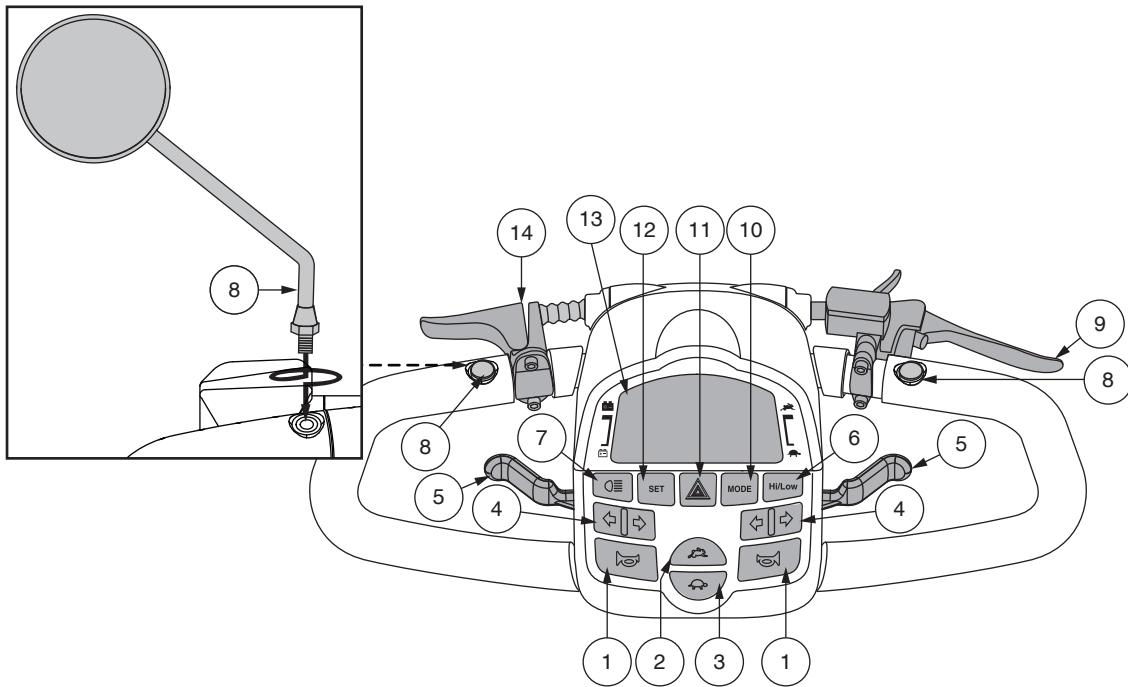

Abb. 1. LCD-Bedienfeld
Die Lenkerkonsole und der untere Lenker enthalten sämtliche Kontrollkomponenten, die Sie für die Nutzung Ihres veiculos benötigen, inklusive des LCD-Bedienfeldes, des Gaspedal-Hebels, des Schlüsselschalters und des Gaspedal-Schalters. **Siehe Abb. 1.**
Mit Hilfe dieser Hebel können Sie die Geschwindigkeit Ihres Fahrzeug im Vor- und Rückwärtsgang bis zur Maximalgeschwindigkeit kontrollieren, die Sie wiederum mit Hilfe der Knöpfe zur Geschwindigkeitsanpassung festgelegt haben. An der Unterseite des Lenkgriffs befindet sich links und rechts jeweils ein Hebel für das Gaspedal. **Siehe Abb. 1.**
- Drücken Sie den High-Low-Knopf einmal, um die Geschwindigkeit auf “High” (“Hoch”) einzustellen. Die High-Low-Anzeige wird auf dem LCD-Bildschirm angezeigt. **Siehe Abb. 1.** Wenn Sie diese Einstellung zusammen mit den Einstellungstasten für die Geschwindigkeit verwenden, kann das Fahrzeug Geschwindigkeiten bis zur voreingestellten Maximalgeschwindigkeit des Fahrzeug erreichen.
Das LCD-Bedienfeld bietet praktische und intuitiv verständliche Rückmeldungen auf dem LCD-Bildschirm. **Siehe Abb. 1.** Der LCD-Bildschirm wird auch während der Einrichtung (Aktivierung) der unterschiedlichen Bedienfeld-Einstellungen verwendet.
HINWEIS: Um die Bedienfeldeinstellungen zu programmieren, muss der Hi-Low-Indikator ausgeschaltet sein und der Maximalgeschwindigkeitsindikator muss auf voll eingestellt sein. Siehe Abb. 1.